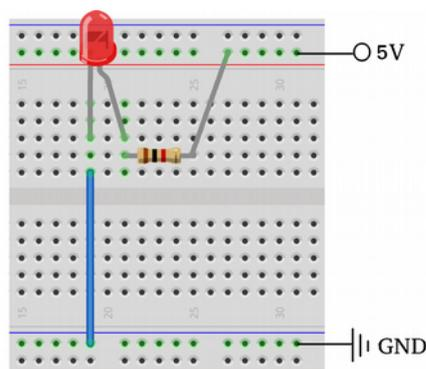

Figura 2
3. Usando 5V da fonte de tensão contínua do *protoboard*, monte o circuito da figura 2. Meça e reporte o valor da corrente sobre o resistor (1 k Ω) utilizando: